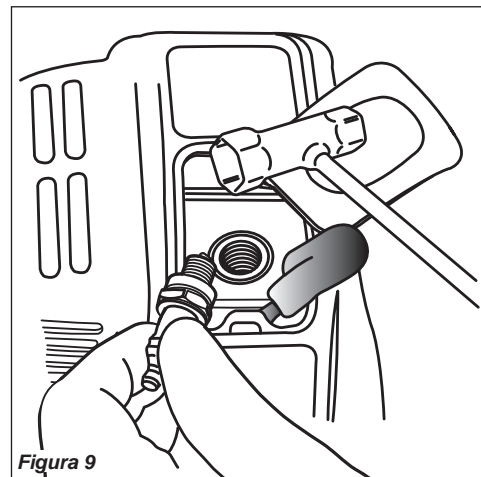

Figura 9
1. Desconecte el cable de la bujía y utilice la llave de bujías para extraerla (girándola en el sentido contrario al de las agujas del reloj). Ver la Figura 9.